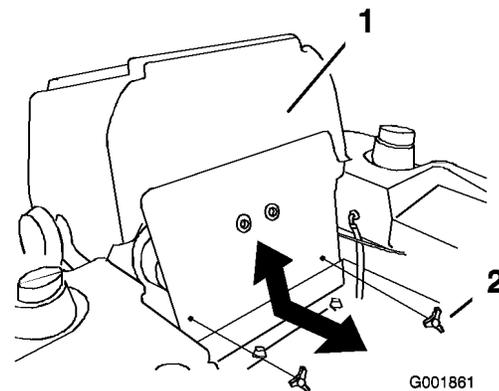

Figure 66
3. Basculez le siège en avant et déposez le panneau avant du moteur (Figure 66).
- Posez le panneau avant du moteur (Figure 66).